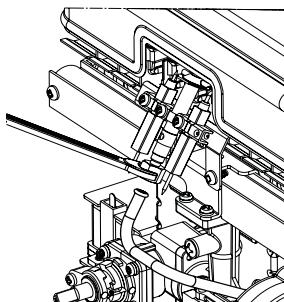

Рисунок 7
2.8.2 Открутите форсунку пилотной горелки и снимите ее (рисунок 7–8).